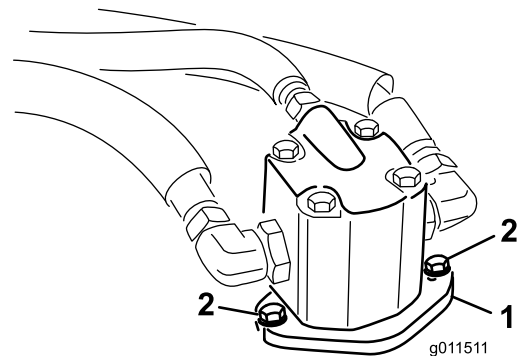

Figure 1
3. Enlevez les boulons qui fixent le moteur hydraulique au plateau de coupe (Figure 1).